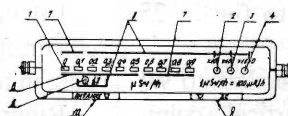

Рис. 1. Левая панель пульта УХ-56П.
5.6. Расположение и назначение органов индикации и управления приведены на рис. 1 и 2.